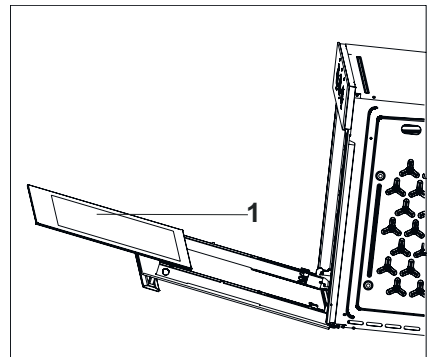

Fig. 18
- Retire el vidrio interno del aparato para limpiarlo (Fig. 18).